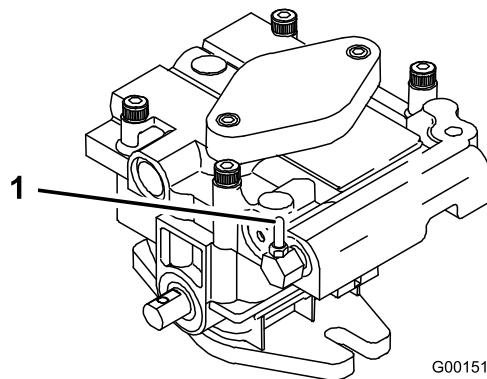

Figura 13
2. Abra las válvulas de desvío girándolas 1 a 2 vueltas en el sentido contrario a las agujas del reloj. Esto permite que el aceite hidráulico se desvíe alrededor de la bomba, dejando que las ruedas giren (Figura 13).